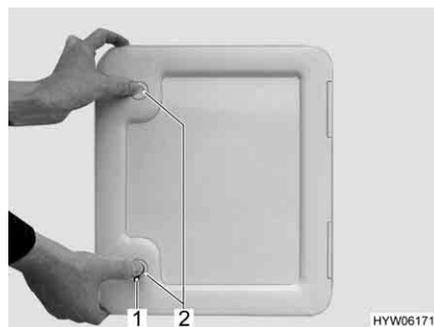

Fig. 31 Sportello per la cassetta della toilette
- Inserire la chiave nel cilindro della serratura a pressione (Fig. 31,1) e ruotare di un quarto di giro.
- Premere contemporaneamente con i pollici entrambe le serrature a pressione (Fig. 31,2) e aprire lo sportello della cassetta della toilette.
- Inserire la chiave nel cilindro della serratura (Fig. 31,1) e ruotare di un quarto di giro.